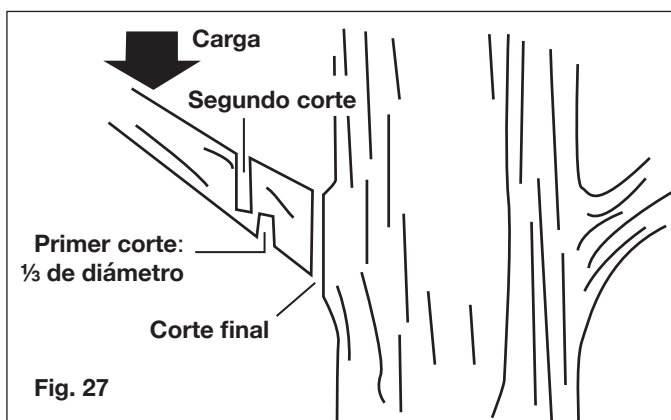

Fig. 27
- Corte la rama por debajo, a $\frac{1}{3}$ de su diámetro. Este será su primer corte. Su segundo corte deberá ser por encima para que la rama se desprenda (Fig. 27). Esté listo para balancear el peso de la motosierra de altura cuando la rama caiga.
Durante la operación normal de la motosierra, la temperatura de la cadena se incrementará. Los eslabones de impulso de una cadena caliente tensionada correctamente colgarán aproximadamente a 0.05 plg (1.25 mm) de la ranura de la barra-guía (Fig. 27). Tenga en cuenta que una cadena tensionada cuando está caliente puede terminar demasiado ajustada al enfriarse. Verifique la “tensión en frío” antes del próximo uso. La cadena deberá ser re-tensionada cuando las partes planas en los eslabones de impulso cuelguen de la ranura de la barra (Fig. 28).